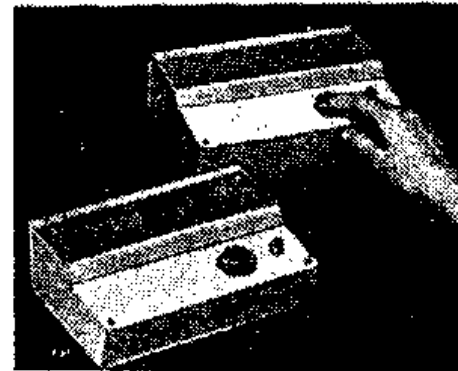

Рис. 1.2.
**Рис. 1.2.** Транзисторные переговорные устройства обеспечивают связь в комнатах современного дома. Так как они потребляют мало энергии, их можно на длительное время оставлять включенными.